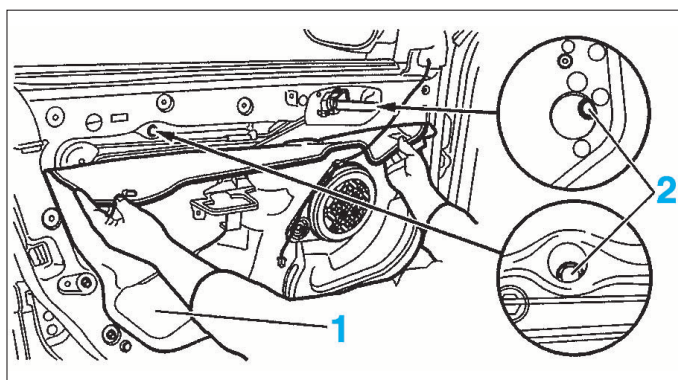

FIG. 32
- Décoller la feuille d'étanchéité et de protection (1) (Fig.32) en partie supérieure.
- la vis de fixation de la poignée de retenue et débrancher celle-ci avec la platine porte-interrupteurs (2).